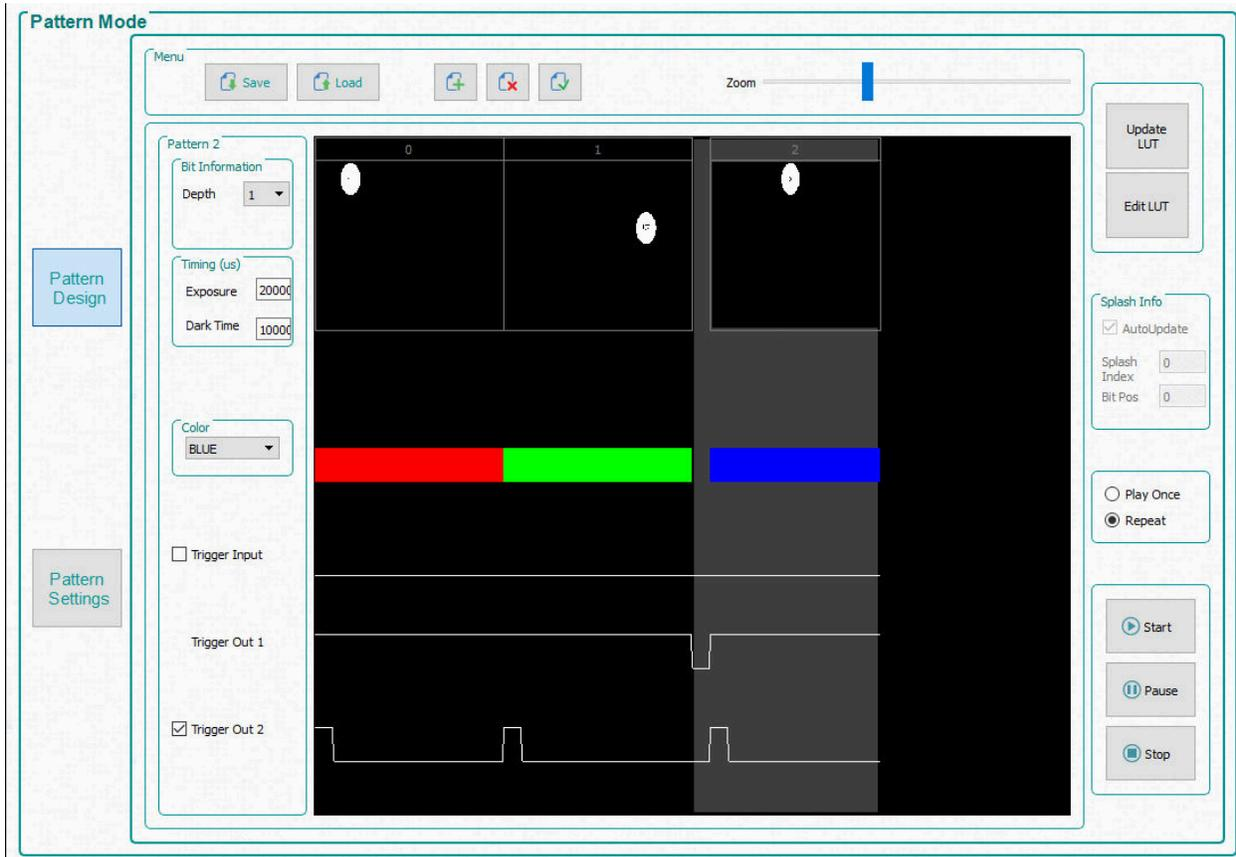

图 6-10. 三个图案序列
7. 选择第三个图案，并选择位深度为 1。将曝光时间设置为 200000 μ s，将暗时间设置为 100000 μ s，然后选择 **Blue** 颜色。图 6-10 显示了图案序列。**Zoom** 条可用于放大和缩小，这在面板中加载多个图案时很有用。